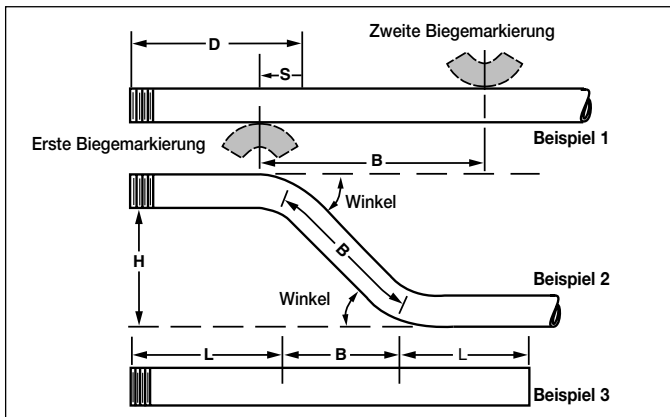

Abbildung 7
- Den gewünschten Kröpfwinkel für das Formstück bestimmen. Die erste Biegung am Abstand (D) abzüglich Rücksetzmaß (S) vom Rohrende aus entsprechend den "Biegehinweisen für Rohrknie" in Abschnitt 7.2 Nr. 2 und 3 markieren.
- Den Abstand (B) aus der Kröpfbiegetabelle 4 für den gleichen Biegewinkel wie bei der ersten Markierung entnehmen. **HINWEIS:** Für jeden gewünschten Kröpfabstand (H) können Rohre mit dem in der Tabelle angegebenen Maximaldurchmesser für die angegebenen Winkel gebogen werden.
- Die zweite Biegemarkierung (B) am Rohr wie in Abbildung 7, Beispiel 1 markieren.